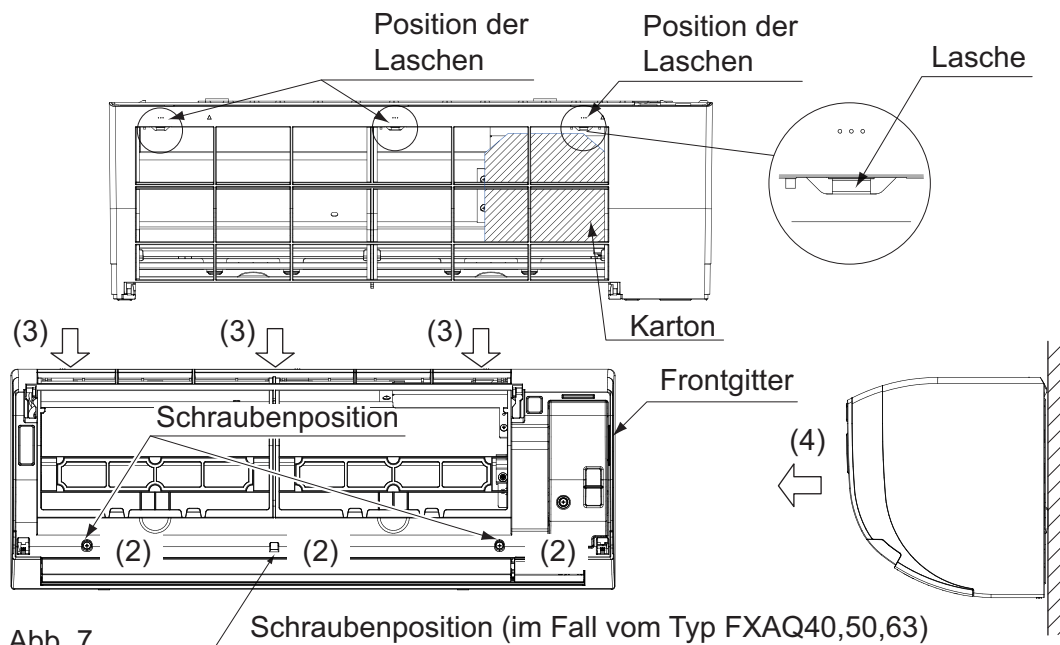

Abb. 7
- Entfernen Sie das Frontgitter. (Siehe Abb. 7)
- Entfernen Sie jetzt das in Schritt (6) angebrachte Puffermaterial.
- Entfernen Sie das Frontgitter. **(Siehe Abb. 7)**